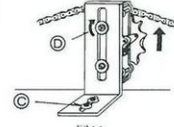

図11
- 5) 駆動、従動スプロケットとの心出しを行ってから、取付け部へ、アダプタ部を取付けボルト（図11-C）、付属していません）により固定してください。
- 6) アイドラスプロケットをチェーンと噛合するようにしてから、アダプタ取付けナット（図11-D）を本締めしてください。次に、テンショナ本体の爪を左図矢印方向に反転させた後、六角穴付止ネジをはずすことによりスプリングが作動して取付けが完了します。完了後、ローラチェーンのたるみ、取付け状態を確認ください。